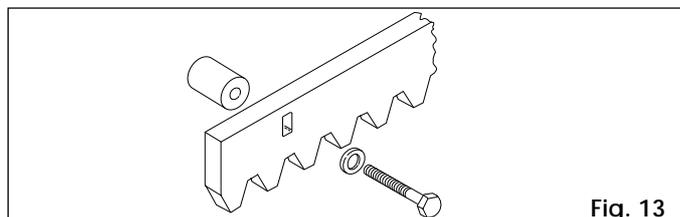

Fig. 13
4.4.2. CRÉMAILLÈRE EN ACIER À VISSER (Fig.13)